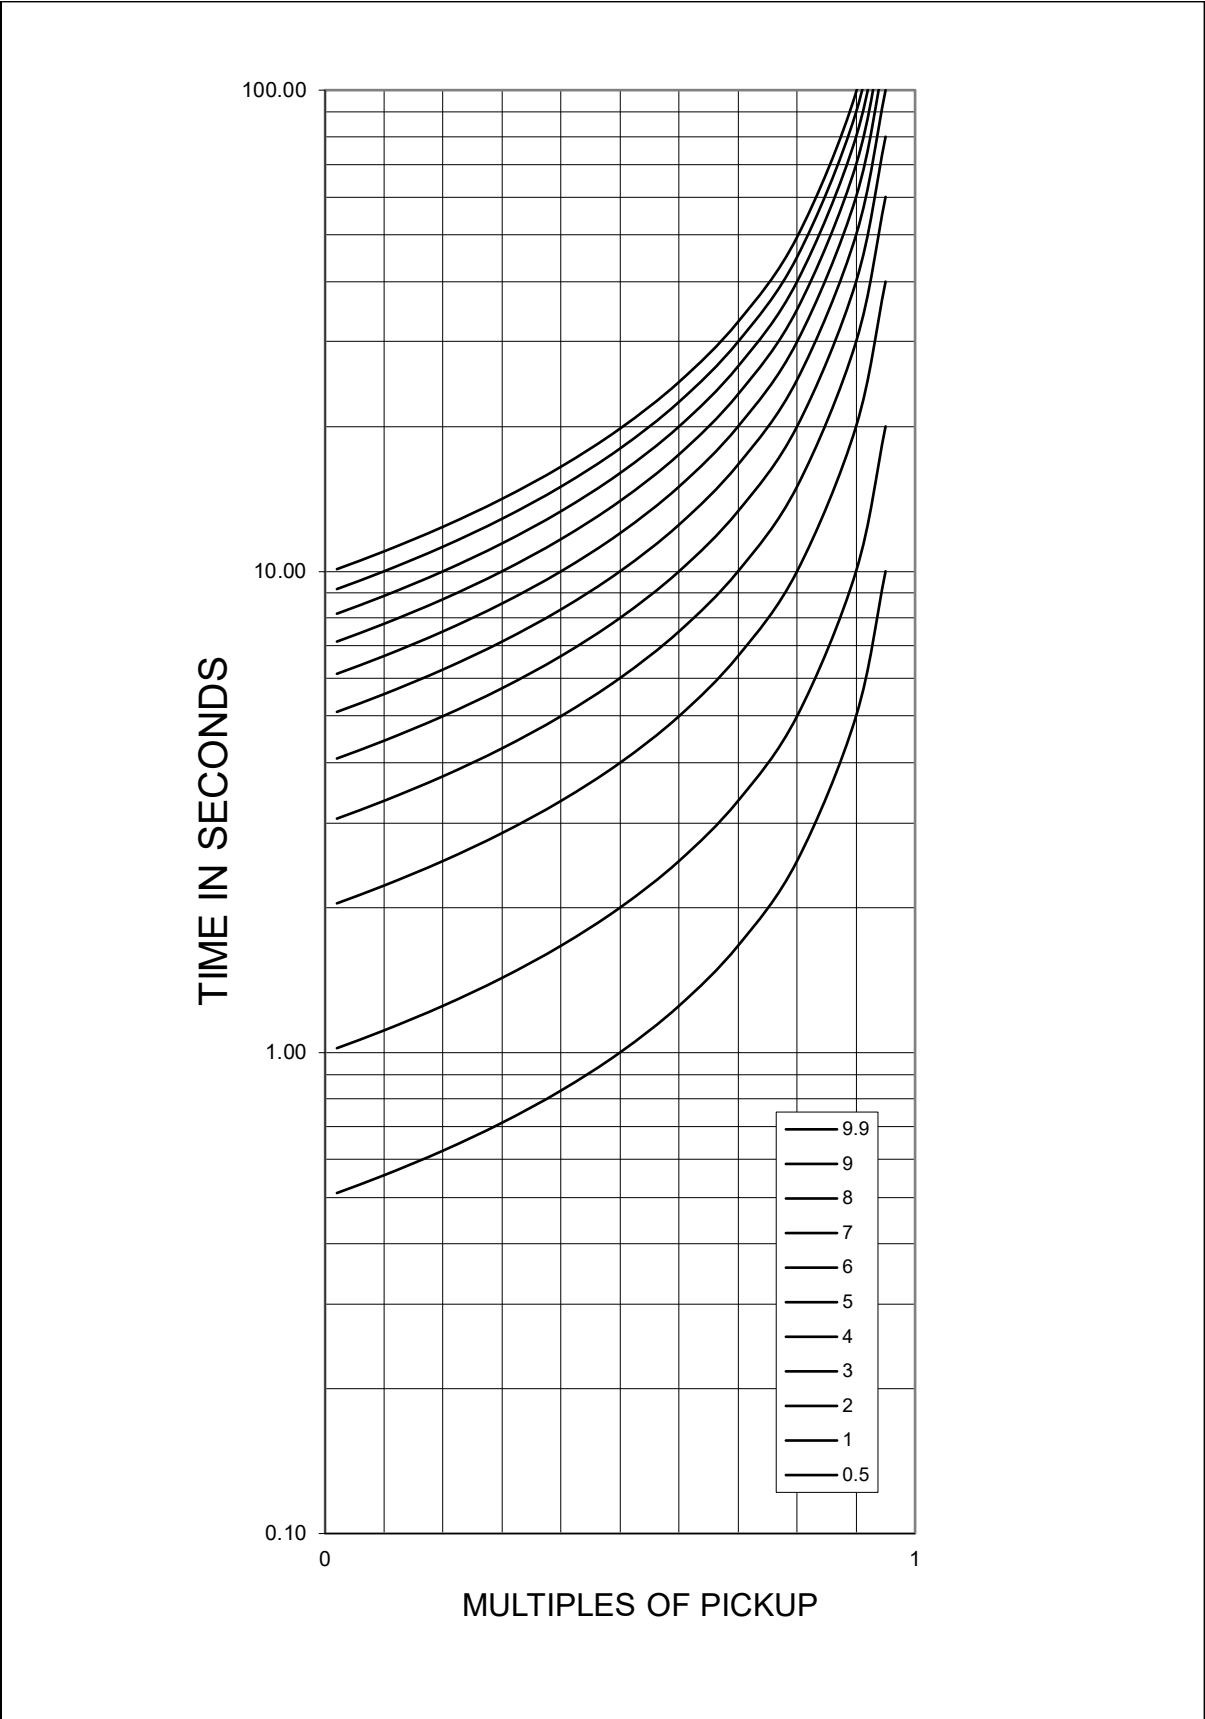
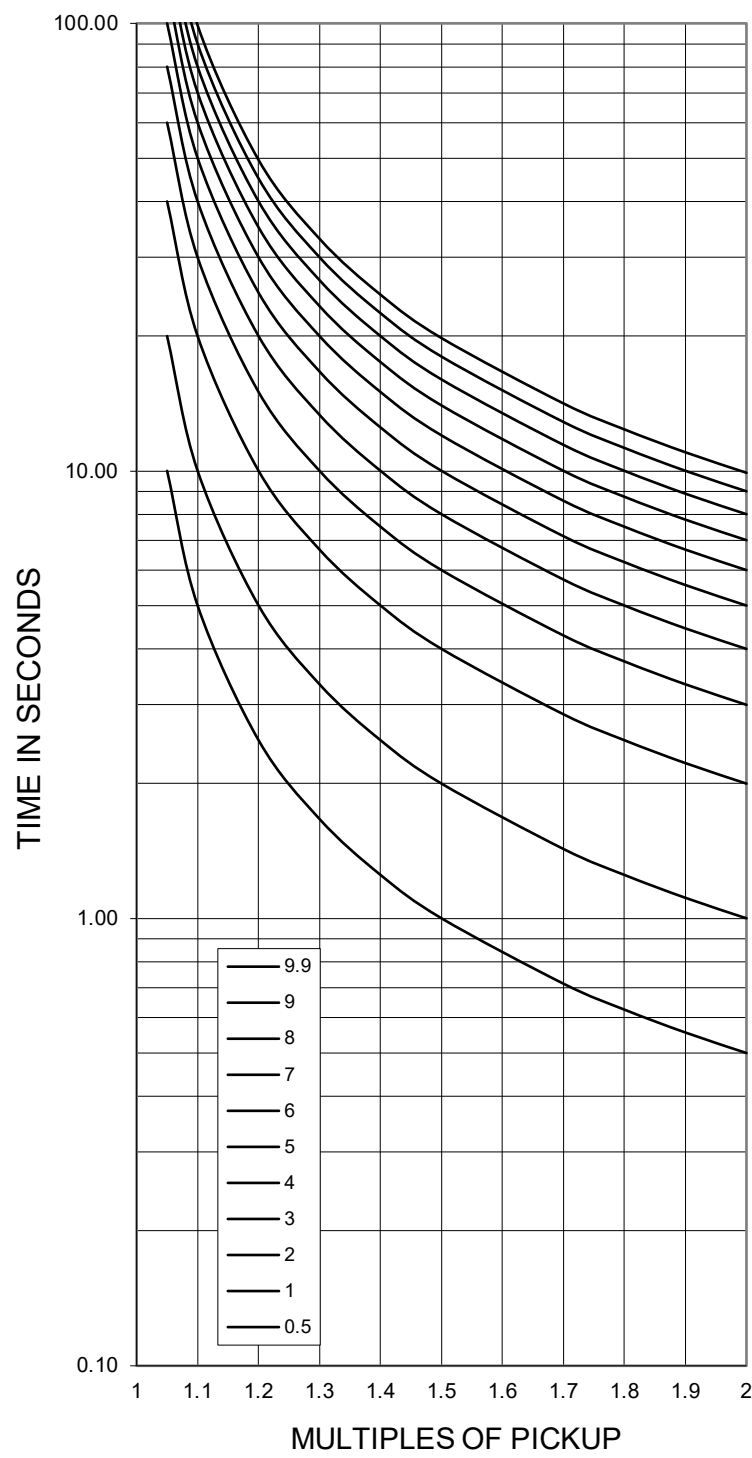
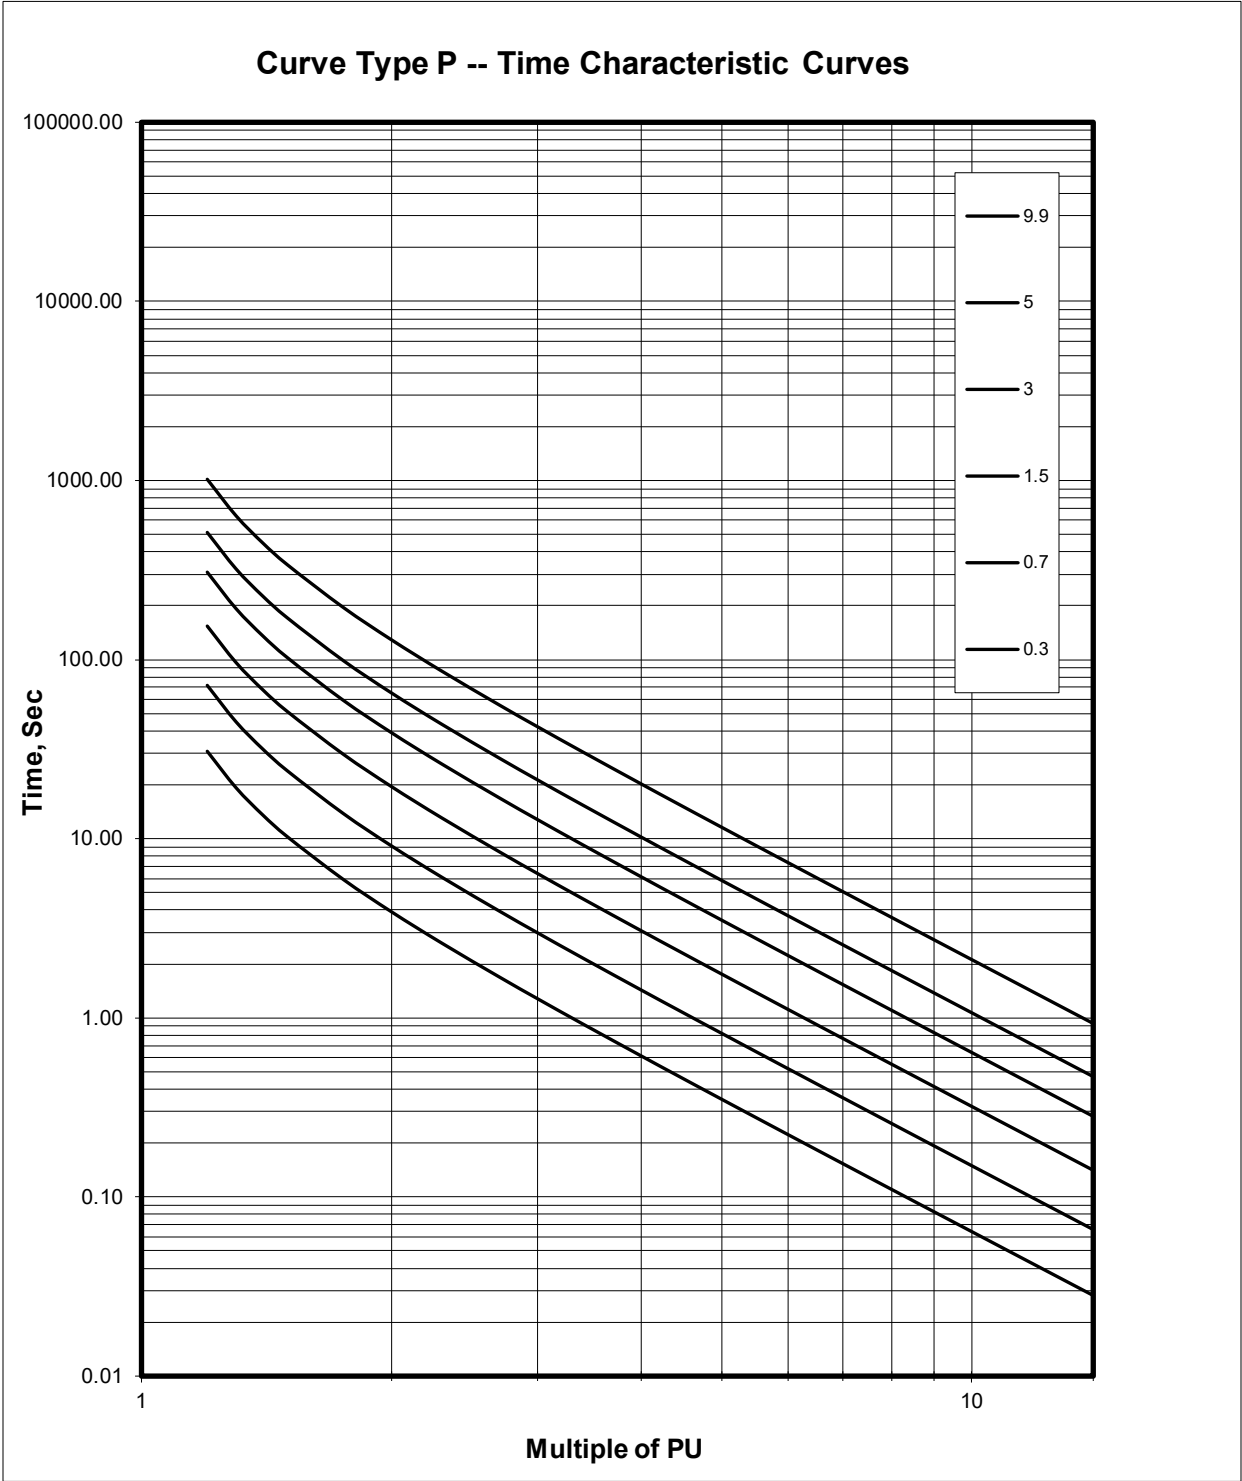

图 58-2. 欠压 (27) 反时限曲线 (默认常数)
图 58-3. 过压(59) 反时限曲线 (默认常数)
图 58-4. DC 过电流(76) 反时限曲线 (默认常数)
BE1-FLEX 提供多种反时限曲线。可选择标准反时限过电流曲线。此外，用户定义的可编程(P) 曲线和表格 (T) 曲线可以为超过和低于、AC 和DC 电压和电流元件 (27、51、59 和76) 创建。默认设置曲线如下图 58-2、图58-3 和图58-4 所示。